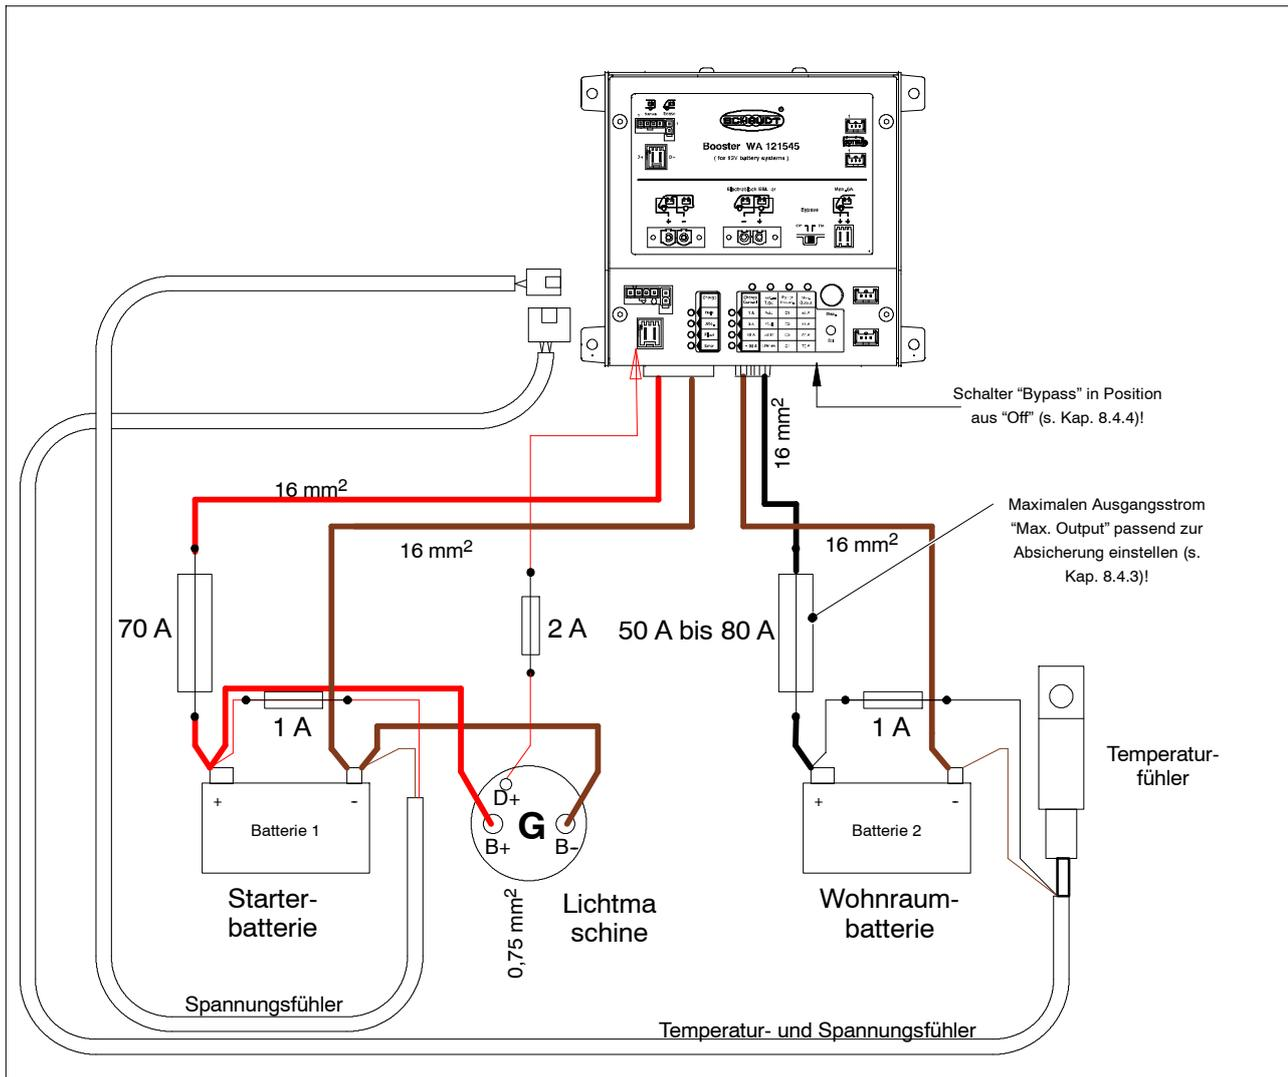

Bild 8 Fahrzeuge ohne Schaudt EBL - direkter Anschluss an Batterien
**Verwendung** Direkter Anschluss des Boosters an den Batterien, z. B. in Fahrzeugen, bei denen Fremdsysteme verbaut sind oder für Eigenkonstruktionen (siehe Beispiel Abb. 8).